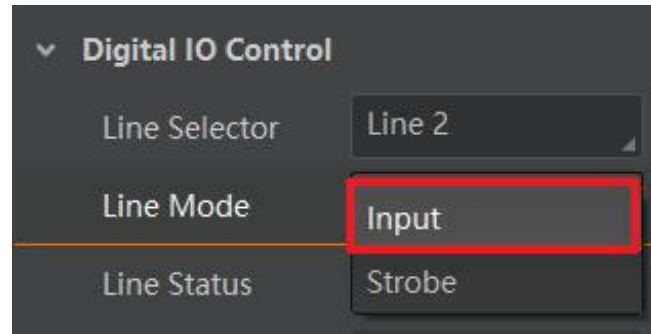

图4-7 Line 2 设置为输入信号
2. Line Mode 下拉选择 Input，如图 4-7 所示。